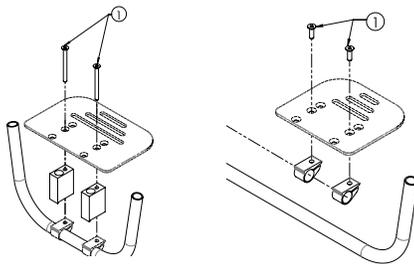

fig. 19d
Allentare la vite (1) (Fig. 19d).